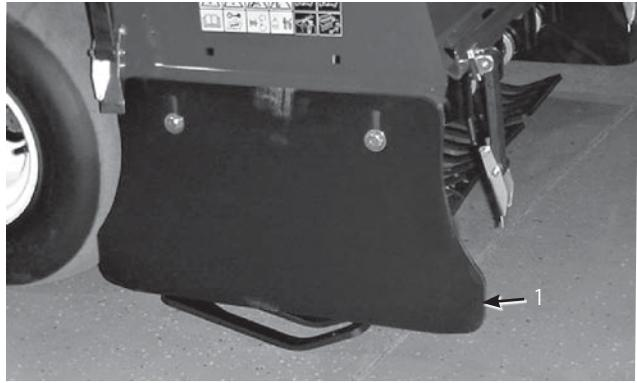

図55
1. サイド・シールド(図55)をフレームに固定しているボルトとナットをゆるめる。